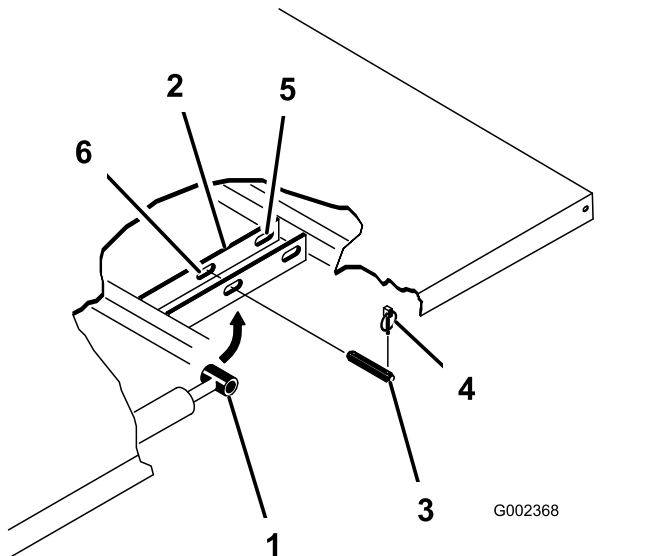

Figura 30
3. Retire os pinos de sujeição das extremidades exteriores dos pinos de forquilha da haste do cilindro (Figura 30).
4. Retire os passadores de forquilha que prendem as extremidades da haste do cilindro nas placas de montagem da plataforma, empurrando os passadores para dentro (Figura 30).
5. Retire os pinos de sujeição e os passadores de forquilha que prendem os apoios articulados nos canais da estrutura (Figura 30).